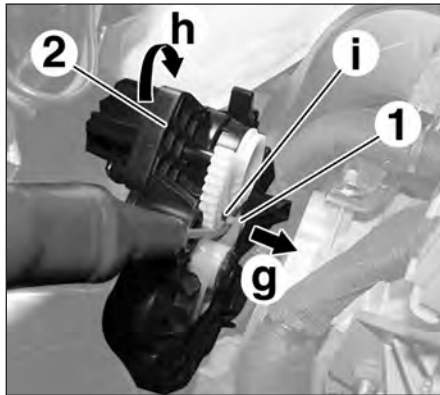

FIG.34
- Ecarter le levier de commande (1) en (g) (Fig.34).
- Basculer le mécanisme (2) suivant la flèche (h).
- Relâcher le levier de commande (1) dans la rainure (i).